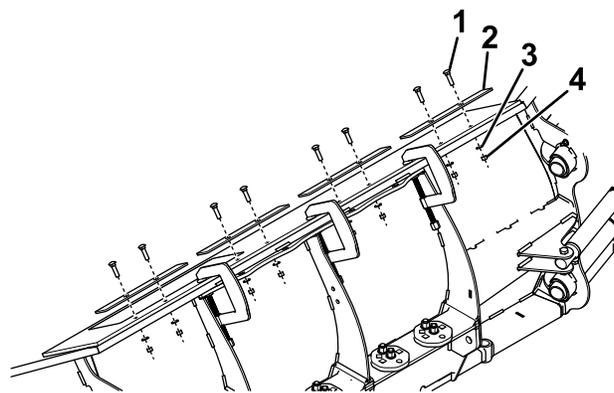

Figura 12
**Nota:** Si su pala no tiene taladros para usar como guía, utilice la Figura 12 como guía para la perforación.
- Sujete 4 pletinas cuadradas a los taladros de la banda larga usando 8 pernos de cuello cuadrado (5/16"), 8 arandelas (5/16"), y 8 contratuercas de nylon (5/16"), como se muestra en la Figura 12.